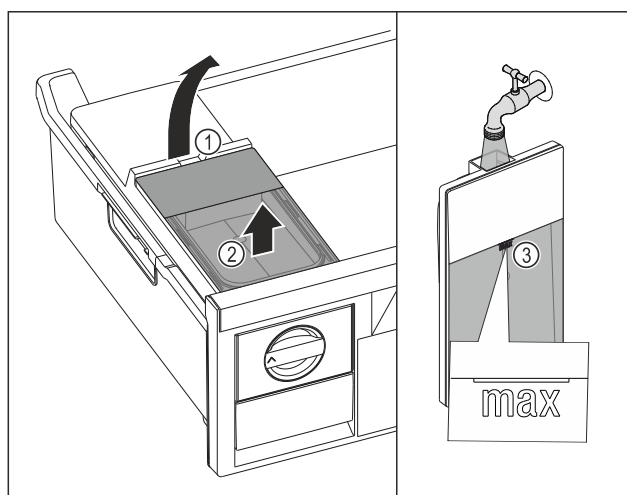

Fig. 75
- ▶ Zbiornik wody unieść za wycięcia Fig. 75 (1).
- ▶ Wyjąć zbiornik wody do góry. Fig. 75 (2)
- ▶ Zbiornik wody napełnić wodą pitną aż do oznaczenia Fig. 75 (3).